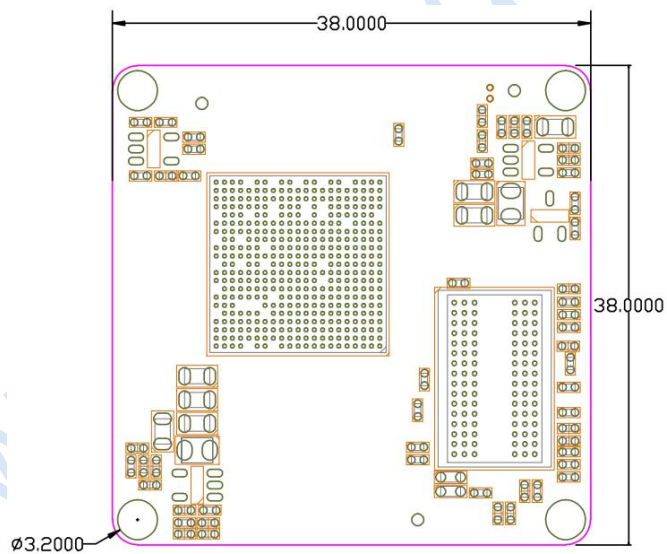

图 4.7 RV1126 核心板尺寸图
- 核心板：如下图 4.7 所示 38*38（单位：mm），4 个定位孔的内孔直径为 3.2 mm。